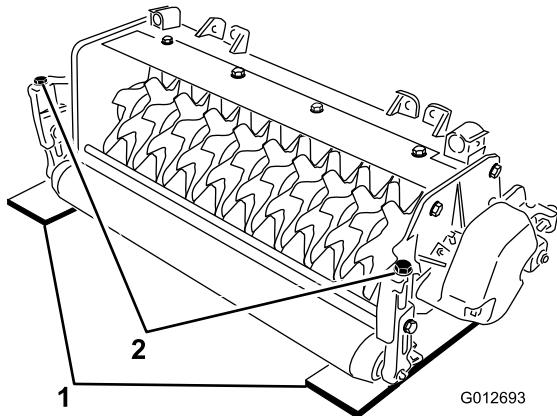

図4
2. 希望する深さ（刃が地面に食い込む深さ）と同じ厚さのゲージバーを2枚用意し、ユニットの左右で後ローラとバーチカッターリールの下にあてがう（図4）。
3. 各刈高ブラケットについている調整ボルト（図4）を使って、リール刃の両端を床に接触させる。